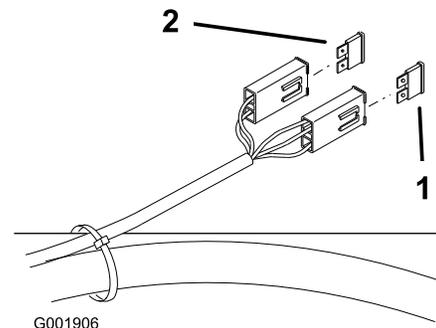

Bild 52
2. Ziehen Sie die Sicherung zum Wechseln heraus (Bild 52).